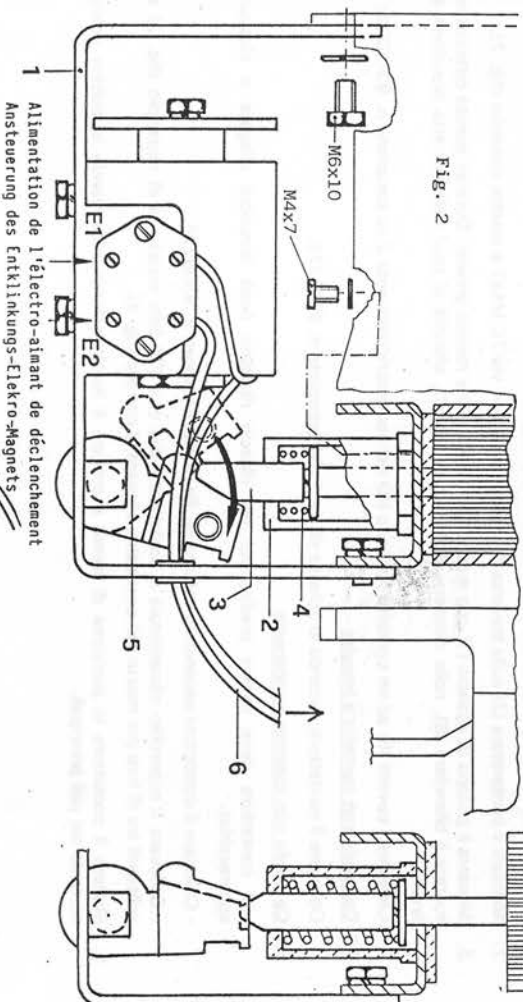

Fig. 2
2. Monter le boîtier (2) sur la traverse au bas du contacteur à l'aide de quatre vis M4x7 et des rondelles onduflex (fig. 2).
3. Monter le dispositif de déclenchement (1) au moyen des quatre vis M6x10 et des rondelles grower tout en faisant pivoter le levier d'accrochage (5) de façon à le mettre dans sa position de travail comme indiqué en fig. 2.
4. Brancher les fils (6) à un contact auxiliaire à fermeture du contacteur (voir note "2" de la page précédente).